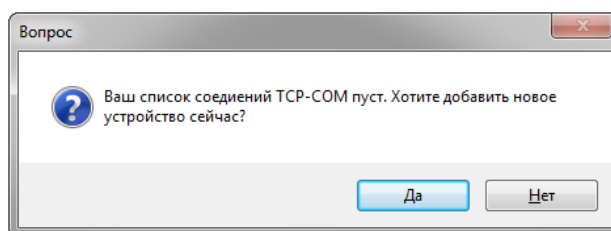

Рисунок 12
18. При запуске программы сразу же будет предложено добавить новое устройство (рисунок 12). Необходимо отказаться, нажав кнопку «Нет».